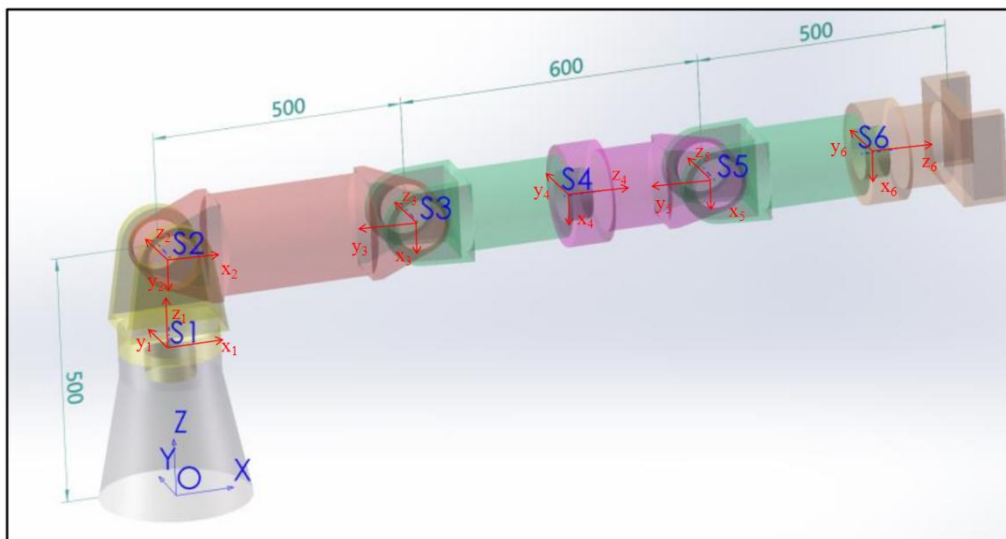

图 2-1 6R 机械臂 MDH 坐标系
1) 所有关节均为旋转关节，如图 2-1 建立 MDH 坐标系。